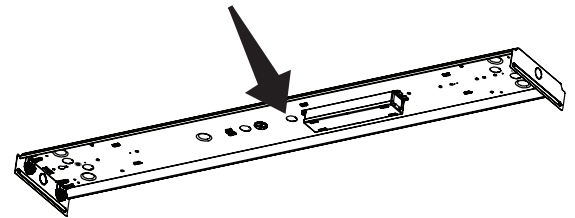

Fig. 2
**2** Hold fixture up to mounting surface to determine which knockout to remove for wiring fixture. In most cases, the center knockout will be used (Fig. 2).
Tenir l'appareil contre la surface de montage pour décider quelle débouchure de l'appareil devra être enlevée pour câbler l'appareil d'éclairage. Dans la plupart des cas, il s'agira de la débouchure du milieu (Fig. 2).
Sostenga la lámpara sobre la superficie de montaje para determinar la placa del orificio que deberá quitar para la instalación del accesorio. En la mayoría de los casos se quita la placa del centro (Fig. 2).